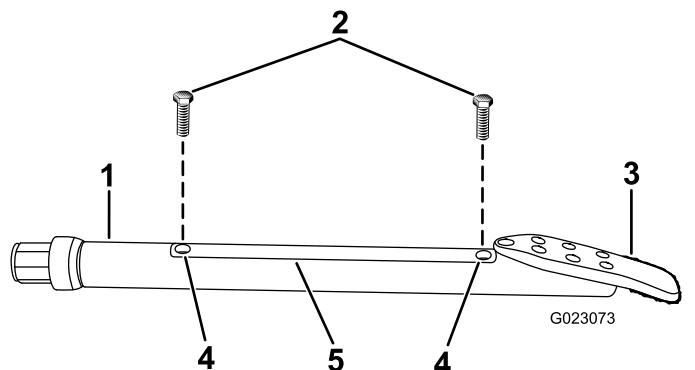

Bild 55
2. Lösen Sie die Schrauben, mit denen die Gehäuseabdeckung befestigt ist, und nehmen Sie die Abdeckung ab (**Bild 55**).
4. Montieren Sie den Deckel und befestigen Sie ihn mit den Schrauben (**Bild 55**).